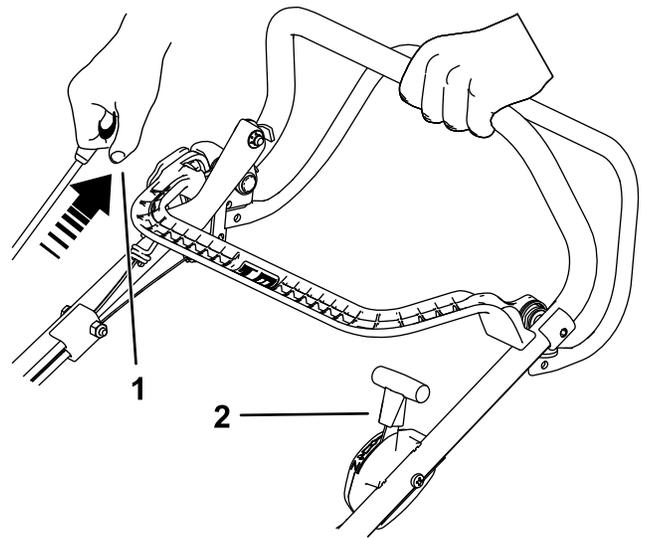

Figura 15
2. Puxe a pega do arranque manual com cordão até sentir resistência e, em seguida, puxe rapidamente para arrancar. Quando o motor arrancar, lentamente coloque novamente o acelerador na posição RÁPIDO se o ar estiver engatado (Figura 15).